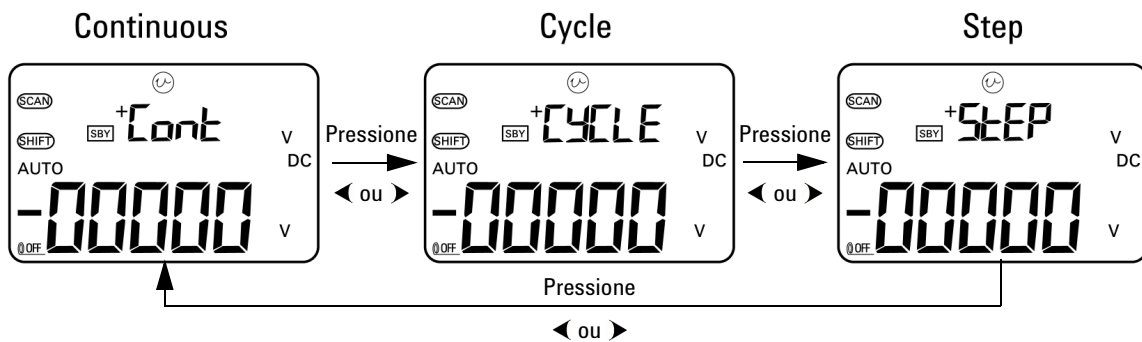

Figura 2-1 Selecionar modo de saída de varredura automática
- 4 Depois de selecionar a função **SCAN** necessária, pressione **◀** ou **▶** para selecionar um dos três modos: contínuo, circular ou de passos. A exibição secundária indicará **Cont**, **CyCLE**, ou **StEP** respectivamente (Figura 2-1 na página 34).